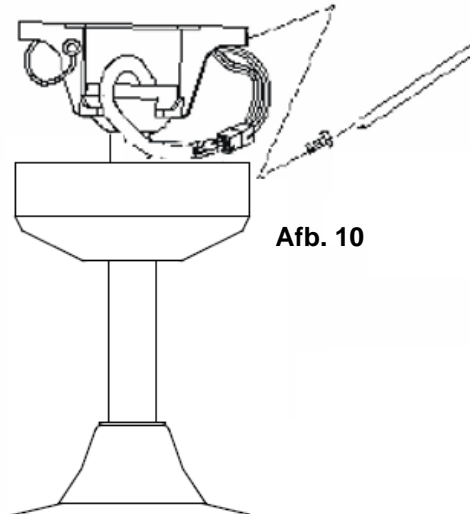

Afb. 9
- Breng de afstandsbedieningsontvanger voorzichtig boven de ophangkogel in de daarvoor voorziene ruimte in de montagebeugel aan. Zorg dat de bedrading niet wordt beschadigd of los komt. (label 5 en afb. 9).